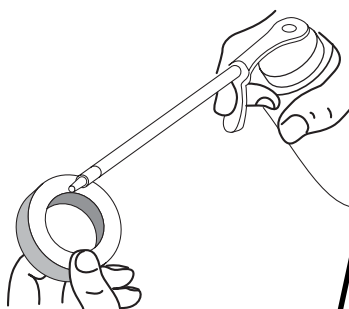

Fig. 24
4. Appliquez suffisamment d'huile SAE 30 propre pour enduire légèrement le filtre (Fig. 24).